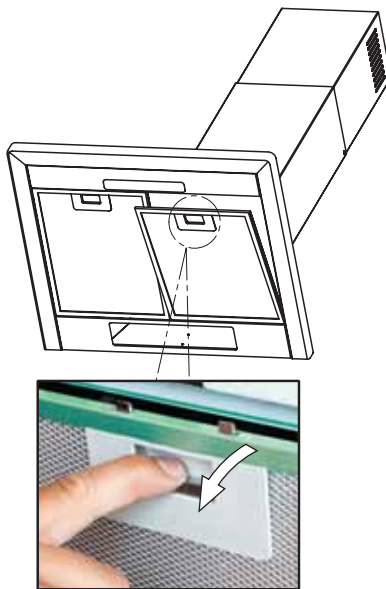

Bild 3
- Die Verriegelung des Fettfilters zuerst in entgegengesetzte Richtung und dann nach unten ziehen. **Bild 3.**